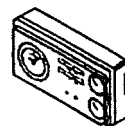

Рис. 4.2
- если к котлу подключен программируемый таймер или регулятор комнатной температуры, то убедитесь, что он включен и настроен на нужную температуру ($\sim 20^{\circ}\text{C}$) (рис. 4.2);